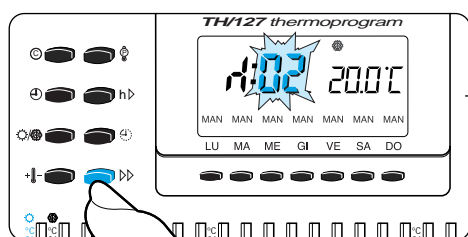

Fig. 26
9.3 - Premere il pulsante  (fig. 26) sino a che non si raggiunga il numero di ore desiderato da